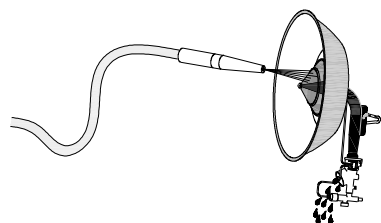
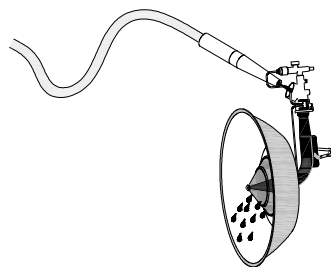

Fig. 17
Fig. 18
**b) Limpieza con agua (Fig. 17 y Fig. 18)**
- Coloque el radiador en posición vertical, con la entrada de gas hacia abajo. Proteja con la mano o una bolsa la válvula de seguridad y rocíe con el chorro de agua varias veces toda la superficie de los conos para eliminar el polvo del cono interno. El agua debe salir por la entrada de aire del radiador (Fig. 17).
- Dé la vuelta al equipo y dirija el chorro de agua a través de la abertura de entrada de aire. El agua debería salir por los conos (Fig. 18).
**a) Cleaning with water (Fig. 17 and Fig. 18)**
- Place the brooder upright, with the gas inlet facing down. Protect the safety valve with your hand or a bag and spray the entire surface of the cones several times to clean the dust from the internal cone. The water should come out of the brooder's air inlet (Fig. 17).
- Turn the system over and aim the water jet through the air inlet opening. The water should come out through the cones (Fig. 18).
**b) Nettoyage à l'eau (Fig. 17 et Fig. 18)**
- Disposer le radiant verticalement, l'entrée d'air vers le bas. Protéger la vanne de sécurité avec la main ou un sachet et passer le jet d'eau à plusieurs reprises sur toute la surface des cônes afin d'éliminer la poussière du cône interne. L'eau doit ressortir par l'entrée d'air du radiant (Fig. 17).
- Retourner l'équipement et orienter le jet d'eau à travers l'ouverture d'entrée d'air. L'eau doit ressortir par les cônes (Fig. 18).